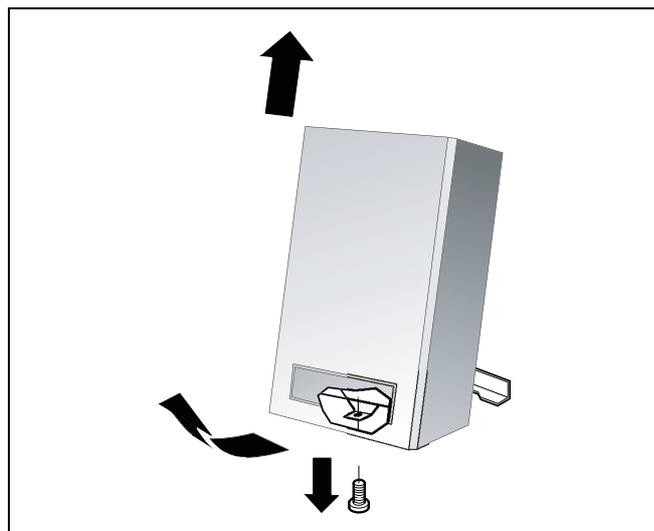

Fig. 11 Rimozione del mantello
- Togliere il mantello dall'apparecchio (fig. 11).